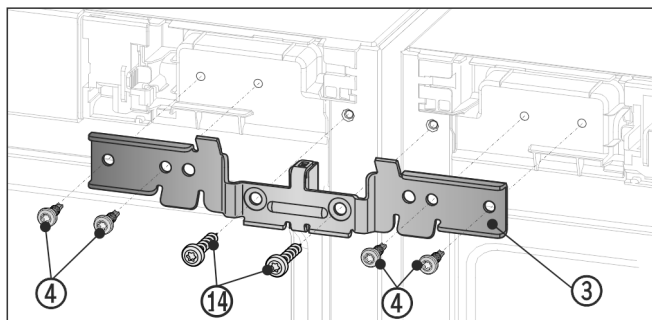

Fig. 12
- ▶ Pousser l'équerre Fig. 12 (3) avec l'entretoise entre les appareils et sur le pivot. Visser sans serrer l'équerre avec quatre vis Fig. 12 (4) et les vis de terre préalablement dévissées Fig. 12 (14) de façon alternée à droite et à gauche.